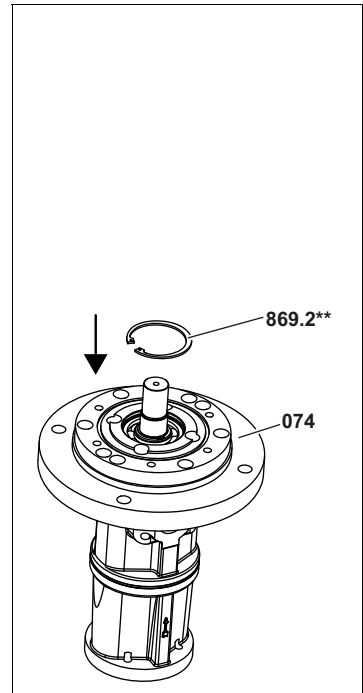
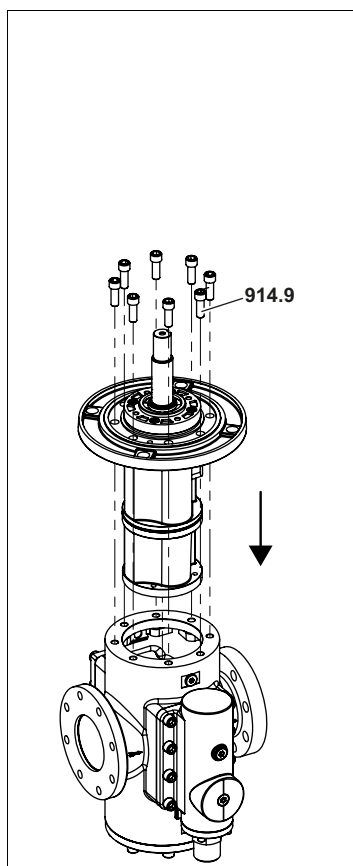
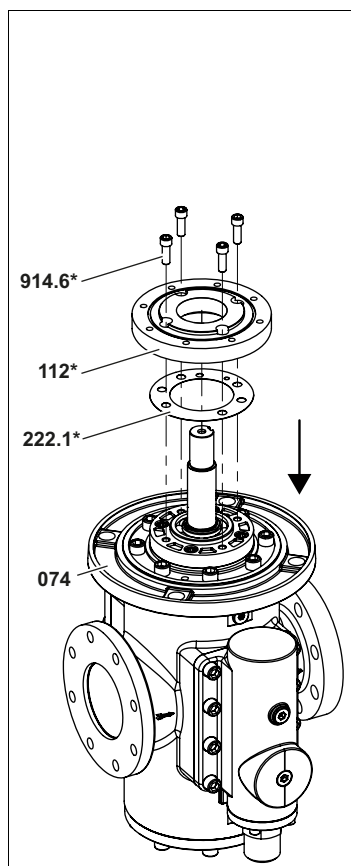

Fig. 30
Fig. 31
Fig. 32
8. Pour les pompes sans bride intermédiaire: Monter le circlip **869.2****, voir Fig. 30, page 39. Pousser la pompe embrochable dans le boîtier externe et la fixer à l'aide des vis cylindriques **914.9**, voir Fig. 31, page 40. Serrer les vis cylindriques au couple, voir Tab. 1, page 47.
Pour les pompes avec bride intermédiaire: Nettoyer soigneusement les surfaces d'étanchéité. Disposer le nouveau joint plat **222.1*** sur le couvercle à bride, disposer la bride intermédiaire **112*** et fixer à l'aide des vis cylindriques **914.6***, voir Fig. 32, page 40. Serrer les vis cylindriques au couple, voir Tab. 1, page 47. Pousser la pompe embrochable dans le boîtier externe et la fixer à l'aide des vis cylindriques **914.9**, voir Fig. 31, page 40. Serrer les vis cylindriques au couple, voir Tab. 1, page 47.